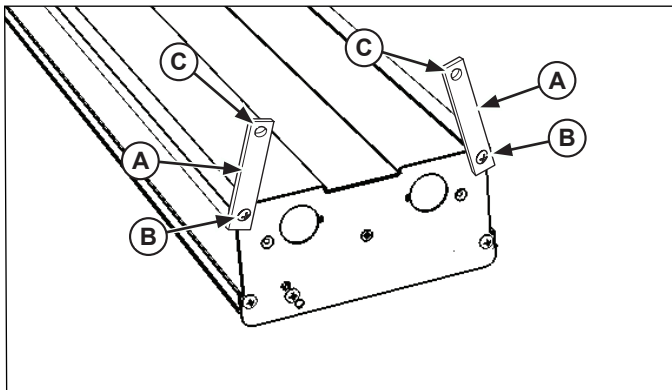

Figura 4. Instalación de montaje en cadena.
1. La unidad se despacha con lengüetas de montaje (A) situadas en cada uno de sus extremos. Para las unidades de más de 72" (182.9 cm) de largo, se deben usar tres (3) puntos de montaje correspondientes a los dos extremos y al centro de la unidad. Consulte la Figura 4.
2. Afloje los tornillos (B) que sujetan las lengüetas de montaje en su lugar, pero no los retire. Gire las lengüetas (A) hasta una posición vertical y luego una la cadena a los orificios (C). La cadena debe soportar uniformemente cada lado de cada extremo de la unidad.
5. Apriete los tornillos (B) para afianzar las lengüetas de montaje.